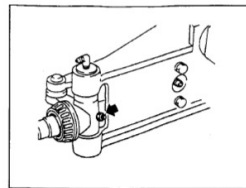

Рис. 3-3
- Примечание: а. не роняйте конический подшипник Рис. 3-3
- 2) Ослабьте фиксирующий винт (см. рис.3-3);